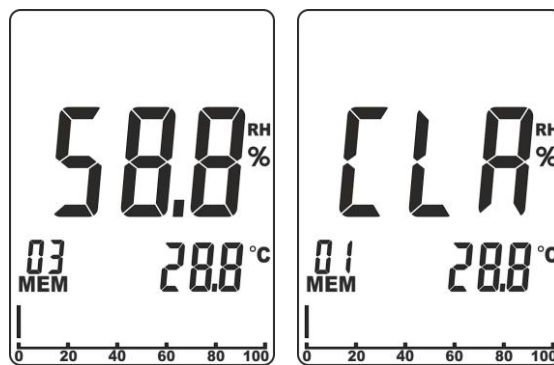

Fig. 4: Borrado de la memoria interna
1. Pulse simultáneamente las teclas ◀ y ▶. La indicación de la posición de memoria actual (ver la Fig. 4 – parte izquierda) parpadea en el visualizador
2. Pulse simultáneamente las teclas ◀ y MEM/ALM durante al menos 3s. El mensaje “CLR” aparece en el visualizador y automáticamente la posición de memoria vuelve al valor “01” (ver la Fig. 4 – parte derecha)